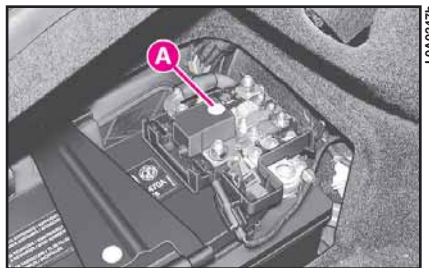

fig. 132
- 4) Presione el pulsador **A** (fig. 132) para reactivar el interruptor.